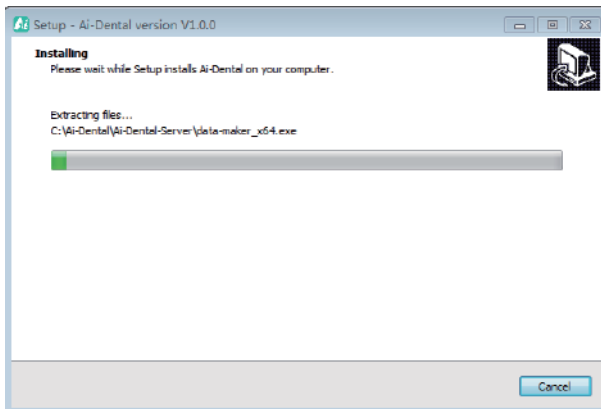

Figura 8
g) Después de hacer clic en el botón "instalar", el programa inicia la instalación. El usuario sólo tiene que esperar a que la instalación esté completa, como se muestra en la figura 8: